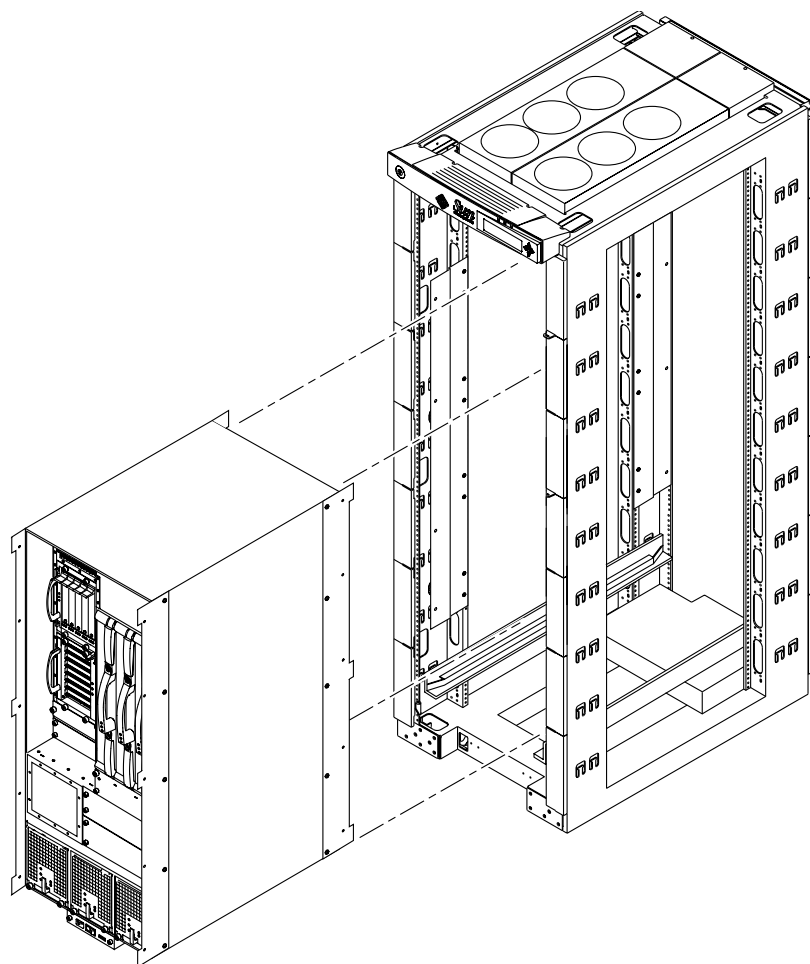

図 1-4 Sun Fire キャビネットへの Sun Fire 4810 システムの設置
2. Sun Fire キャビネットの水平レールにシステムを挿入します (図 1-4)。